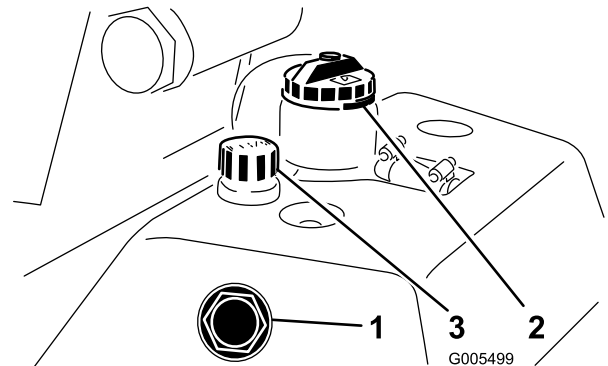

Figure 26
1. Placez la machine sur une surface plane et horizontale. Attendez que la machine ait refroidi pour que l'huile soit froide. Vérifiez le niveau d'huile à travers le viseur situé sur le côté du réservoir d'huile auxiliaire (Figure 26). Le niveau d'huile est suffisant s'il se situe entre les deux repères du viseur.